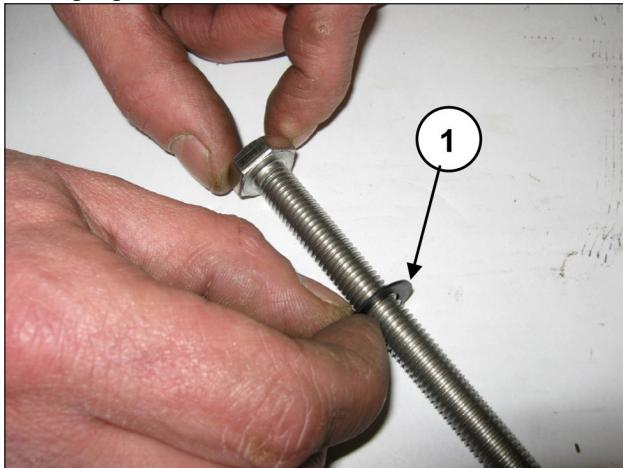

Abb. 183
Schieben Sie die Unterlegscheibe Ø10x18x0,9 auf die Befestigungsschraube des Kolbens (Pos. ①, Abb. 183).